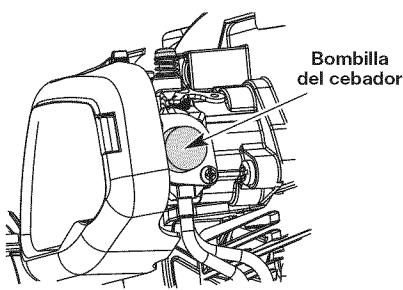

Fig. 8
- Oprima completamente el cebador y suélto 10 veces. Hágalo lentamente. Se deberá ver un poco de combustible en el cebador y en las tuberías de alimentación de combustible (Fig. 8). Si no puede ver el combustible en el cebador, oprímalos y suélto tanto como sea necesario hasta que vea combustible en el mismo.
- Oprima completamente el cebador y suélto 10 veces. Hágalo lentamente. Se deberá ver un poco de combustible en el cebador y en las tuberías de alimentación de combustible (Fig. 8). Si no puede ver el combustible en el cebador, oprímalos y suélto tantas veces como sea necesario hasta que vea combustible en el mismo.